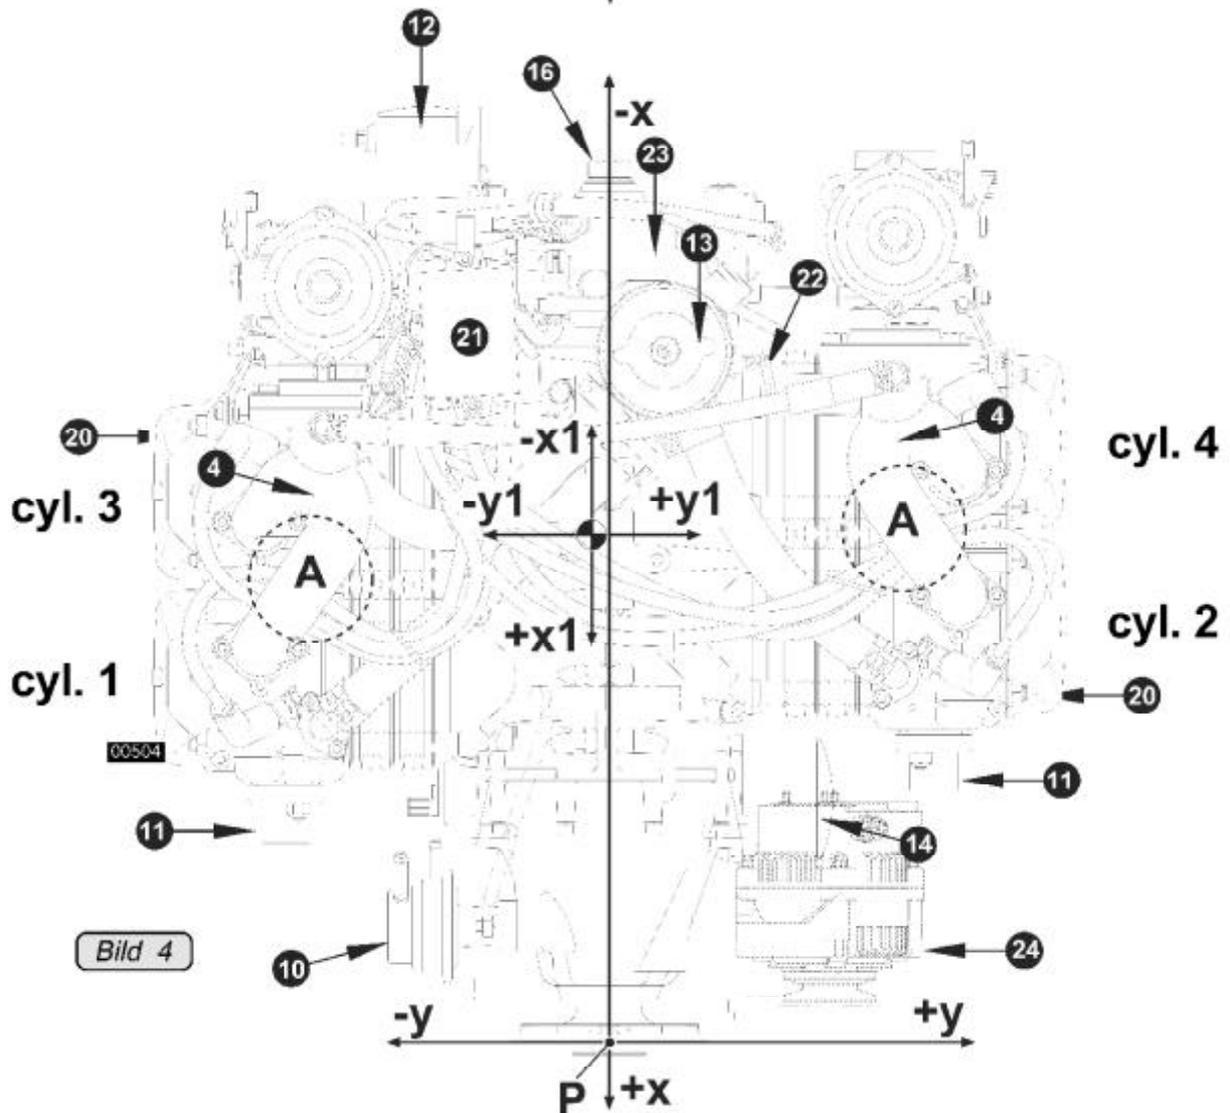

Bild 4
8. Temperatura ambiente para los componentes eléctricos:(Fig. 4, Pos. (20)).....máx. 80° C (176° F)